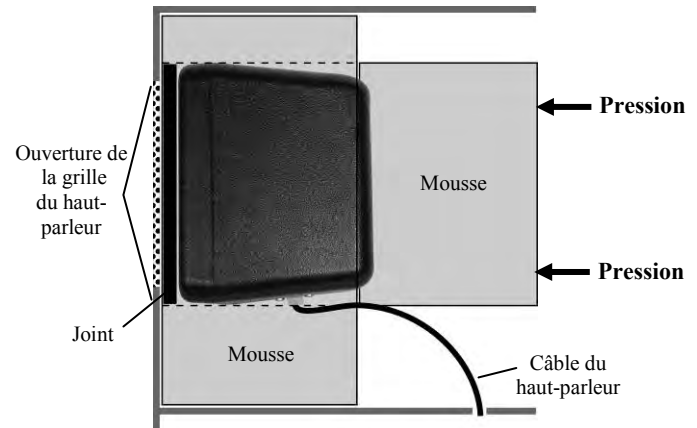

Figure 20. SP10 en place dans un haut-parleur, un tableau des menus ou une autre enceinte
- Positionnez le SP10 à l'intérieur de l'enceinte du haut-parleur ou du tableau des menus, avec le joint centré sur l'intérieur de la grille du haut-parleur, comme illustré par la figure 20. Le connecteur du câble peut être sur en bas ou sur un des côtés. Aligner l'ouverture dans le joint avec l'ouverture de la grille.
- Placez la mousse sur les côtés et l'arrière du SP10, comme le montre la figure 20.